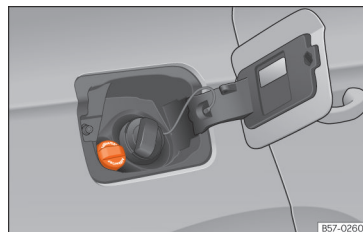

Fig. 207 Tampão do bocal de enchimento do reservatório do AdBlue.
- Abrir a tampa do depósito »» Fig. 207.
- Rode o tampão de fecho do bocal de enchimento de SCR para a esquerda »» Fig. 207.